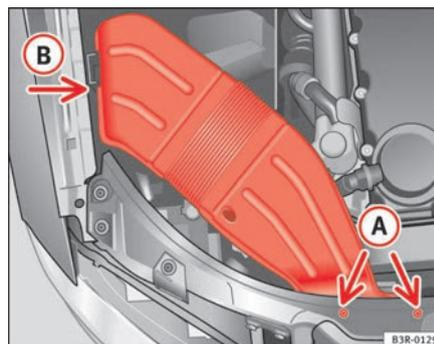

Fig. 198 Conducción de ventilación en el lado derecho del vehículo
- Desenrosque los tornillos **A** ⇒ fig. 198.